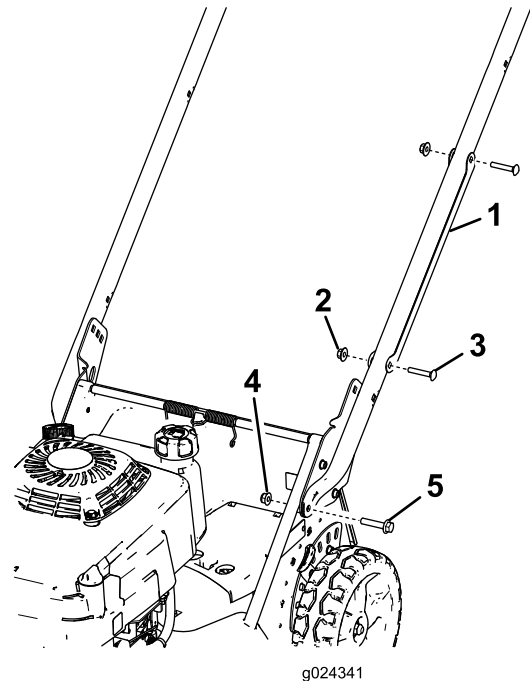

Figura 3
1. Rimuovete la protezione del cavo dalla stegola (Figura 3) togliendo i 2 bulloni a testa tonda e i 2 dadi di bloccaggio che tengono la protezione del cavo alla stegola.
2. Installate le estremità della stegola sull'alloggiamento della macchina con 2 bulloni flangiati a testa esagonale (5/16 x 1-1/2 poll.) e 2 dadi flangiati (5/16 poll.) come mostrato in Figura 3.
6. Posizionate la protezione del cavo sulla stegola con i(c) cavi(o) all'interno della protezione e fissate la protezione stessa sulla stegola con i 2 bulloni a testa tonda e i 2 dadi di bloccaggio rimossi in precedenza (Figura 3).